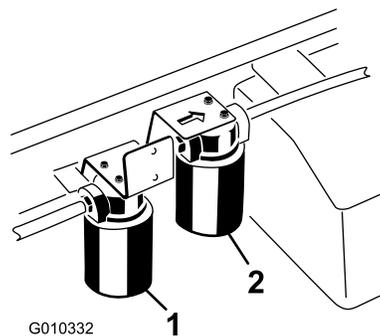

図 69
5. フィルタの下に廃油受けを置いてフィルタを外す 図 69。
4. ハイフローフィルタを取り付けている周辺をウェスできれいにぬぐう **図 69**。